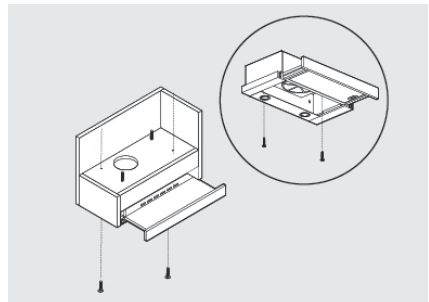

Figura 10.
6. Se insertan y se aprietan los otros dos tornillos (4.2X30) en el mueble, en las posiciones indicadas en la figura 10.
8. Se insertan y se aprietan los otros dos tornillos (4.2X30) en el mueble, en las posiciones indicadas en la figura 10. Por último, se aprietan los tornillos insertados en el paso 6.